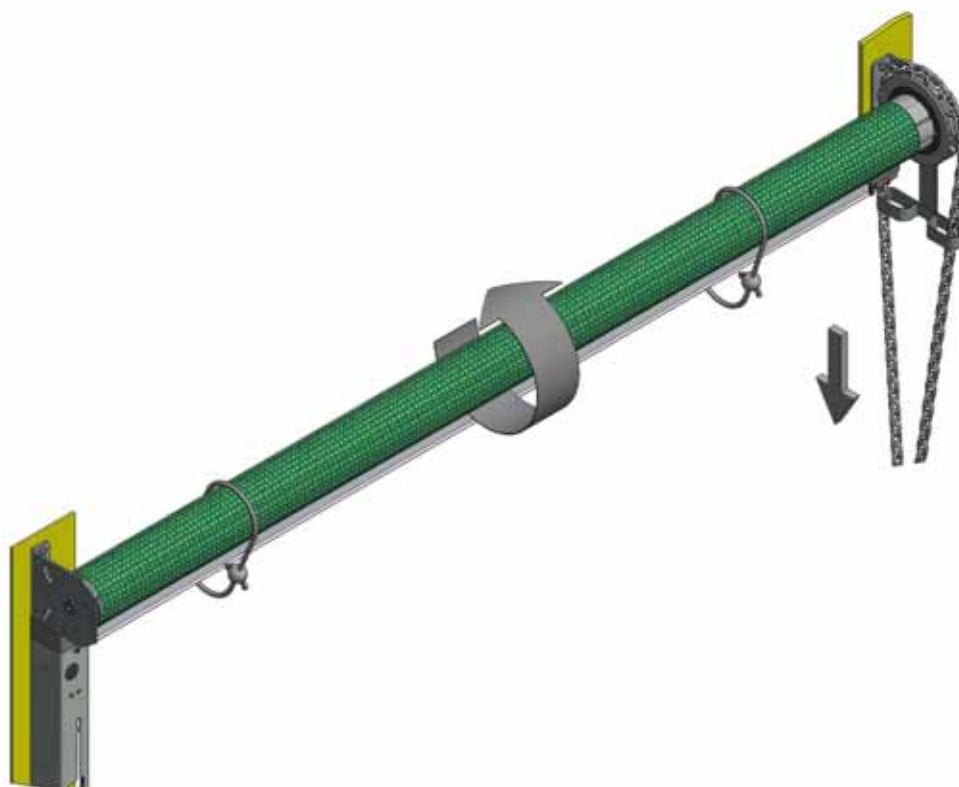

Figure 11, Tendre le mécanisme à ressort
10. Pré-tendre le mécanisme à ressort en faisant pivoter le roulement à rouleaux dans la direction indiquée à la fig. 11, ceci est fait en tirant la chaîne interne vers le bas, comme indiqué. Le nombre de tours de pré-tension est donné dans le tableau ci-dessous. Lorsque vous avez effectué le nombre requis de tours, bloquez la chaîne de fonctionnement dans le tendeur de chaîne.